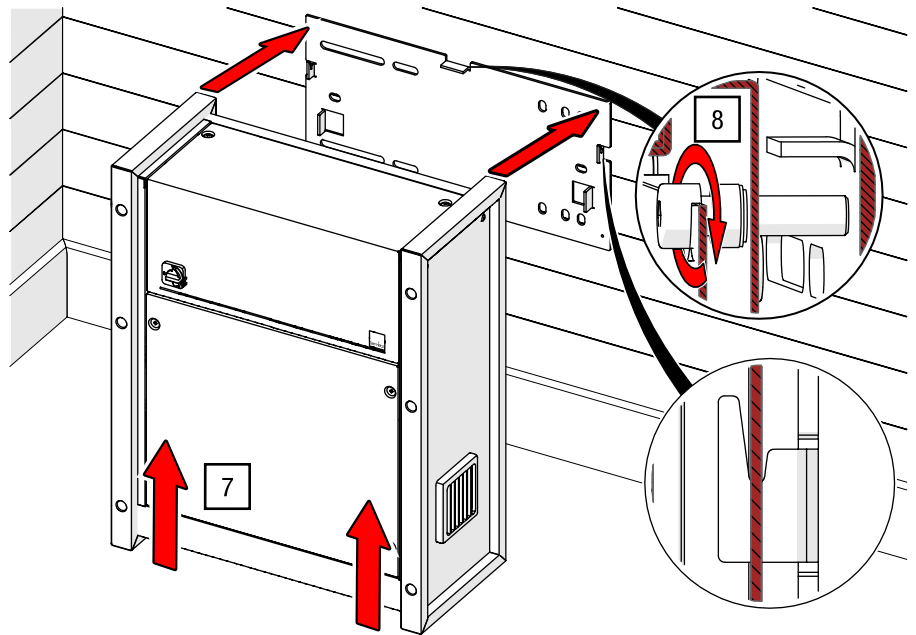

Abb. 92: Steuerung an Wandmontageplatte fixieren (das Steuerungsmodell kann abweichen)
7. Richten Sie die Steuerung auf und hängen Sie diese mit den vorgesehenen Schlitten auf der Rückseite in die zwei Haken, der in die bereits an die Wand vormontierte Wandmontageplatte ein (siehe Abb. 92).
8. Heben Sie das Bedienfeld ab und sichern Sie die Steuerung an der Wandmontageplatte mit einer M8×30 Innensechskantschraube (siehe Abb. 92).